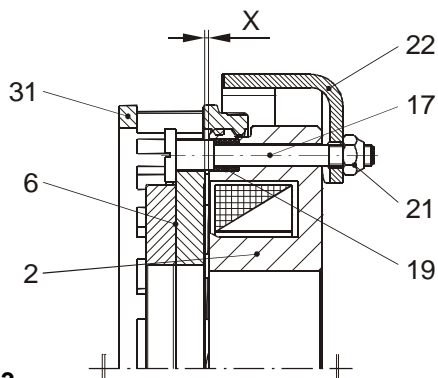

Fig. 3
La cote de réglage X (entrefer entre le disque à commande rapide (6) et le porte-bobine (2)) est indiquée dans le tableau 2 et à la figure 3. Le contrôle de la cote s'effectue à travers le carter ouvert (31).